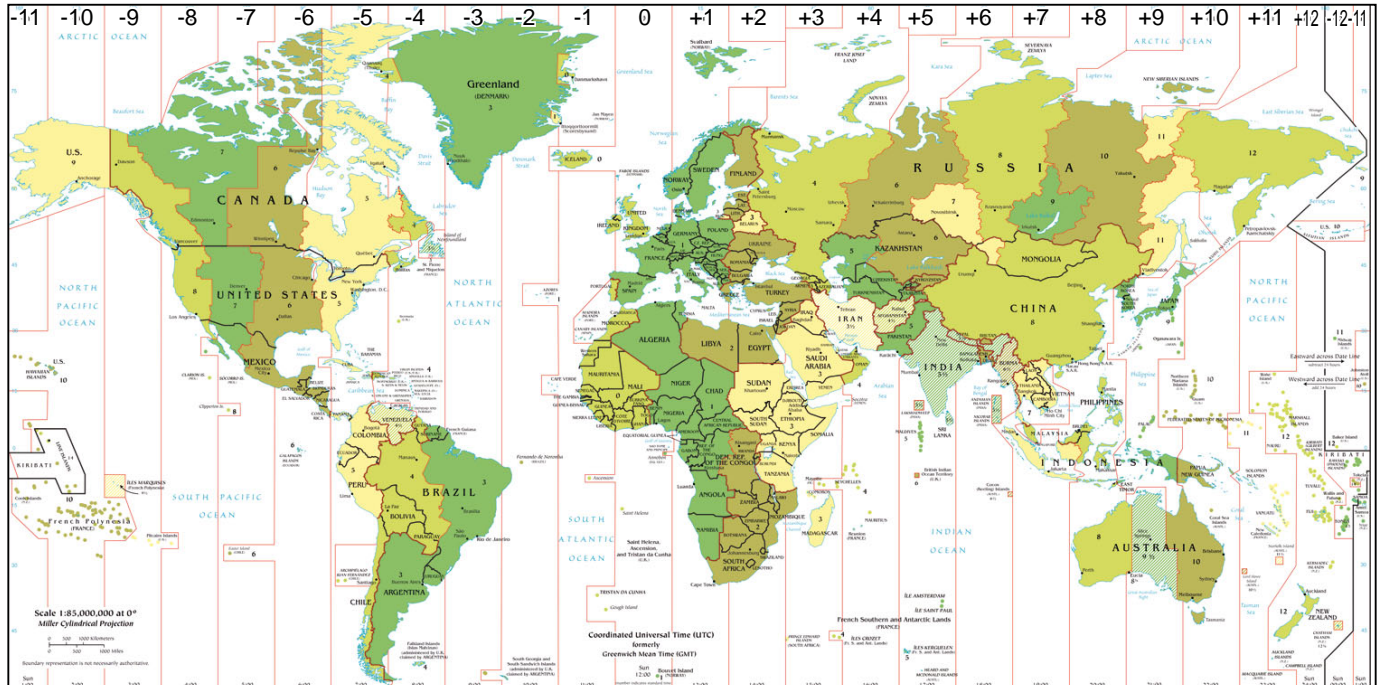

Abb. 21 Zeitzonen
- ▶ Zeitzone GMT (z. B. +1 in Deutschland, siehe Abb. 21)